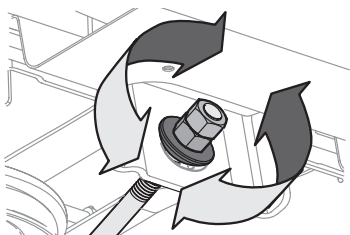

Figure 38
- Pour relever l'avant du plateau de coupe, desserrez l'écrou supérieur, puis resserrez l'écrou inférieur (tournez vers la droite). Voir Figure 38. Une fois le réglage approprié effectué, serrez l'écrou supérieur à un couple de 25-30 pi-lb (33,9-40,7 N-m).
- Pour abaisser l'avant du plateau de coupe, desserrez l'écrou supérieur, puis l'écrou inférieur (tournez vers la gauche). Voir Figure 38. Une fois le réglage approprié effectué, serrez l'écrou supérieur.